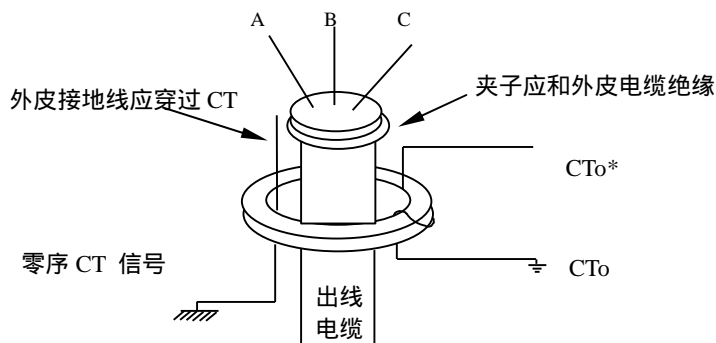

图 9.2
a) PT信号采用开口三角形接线方式, CT信号采用套装零序 CT的方法, 且极性面朝上, 零序 CT二次非极性端接地。如图 9.2 所示